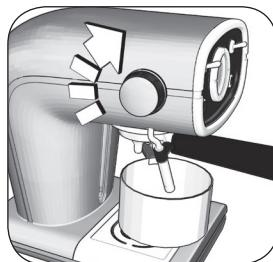

Fig. 4
Posizionare sotto l'erogatore caffè e sotto il dispositivo Maxi Cappuccino un recipiente della capacità di almeno mezzo litro (Fig. 4). Portare l'interruttore (Q) sulla posizione caffè ( ☕). Attendere la fuoriuscita di acqua dalla sede di aggancio del portafiltro. Aprire la manopola di erogazione vapore (M) e far fuoriuscire acqua dal dispositivo Maxi Cappuccino.